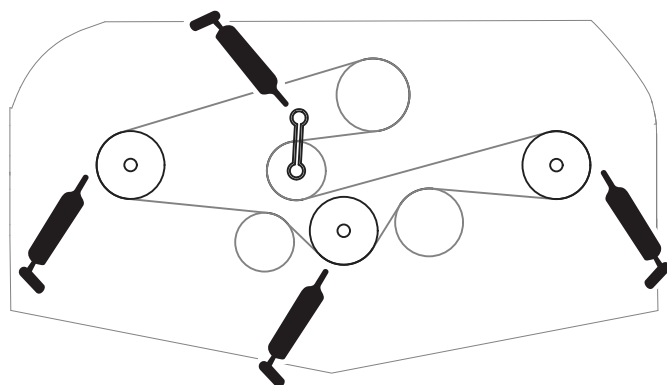

Рисунок 16
- Подшипники шпинделей (3 шт., расположенные под шкивом) (Рисунок 16)
- Подшипники валов рычагов натяжных роликов (Рисунок 16)